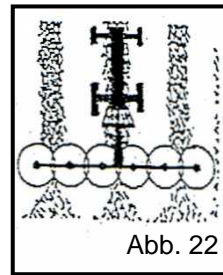

Abb. 22
- Abb. 22 : Streuen von Schwaden